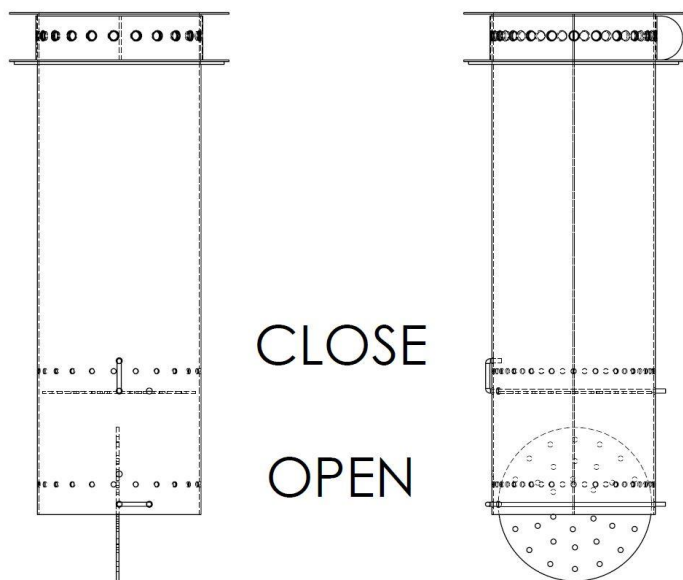

Fig. 2.1
⚠ **ATTENZIONE!!!**: Nei modelli PLUS c'è la possibilità di regolare la capacità del focolare (Fig. 2.1- 2.3). Occorre farlo tramite maniglia prima di mettere il focolare interno nel coperchio del focolare (OP).